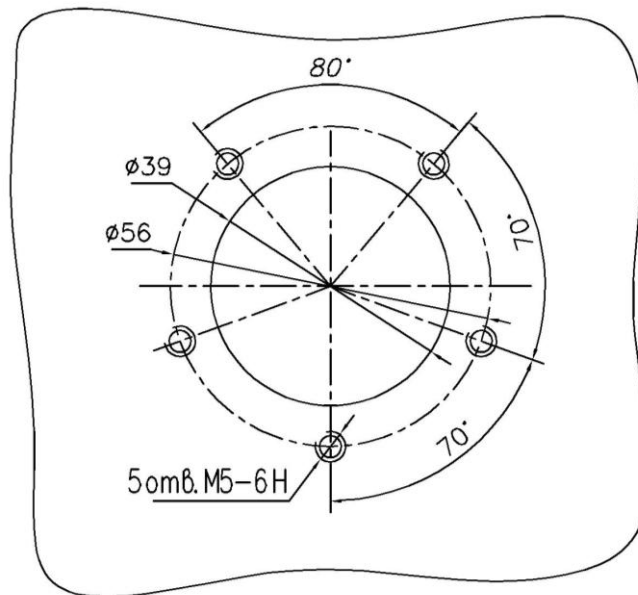

Рисунок 10 — Чертеж размещения отверстий для крепежной пластины DUT-E
- 2) Провести разметку и сверление отверстий в соответствии с чертежом размещения отверстий для крепежной пластины DUT-E (см. рисунок 10).